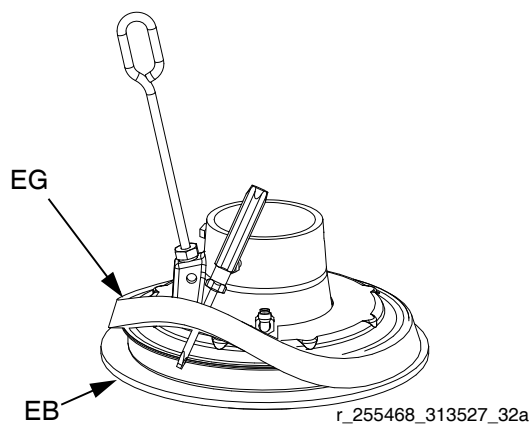

ABB. 13: Einbauen des Distanzstücks
2. Distanzstück (EG) mit einem Schraubendreher zwischen Flansch und Abstreifer drücken. *Dabei an der Oberseite beginnen.* Siehe ABB. 13.